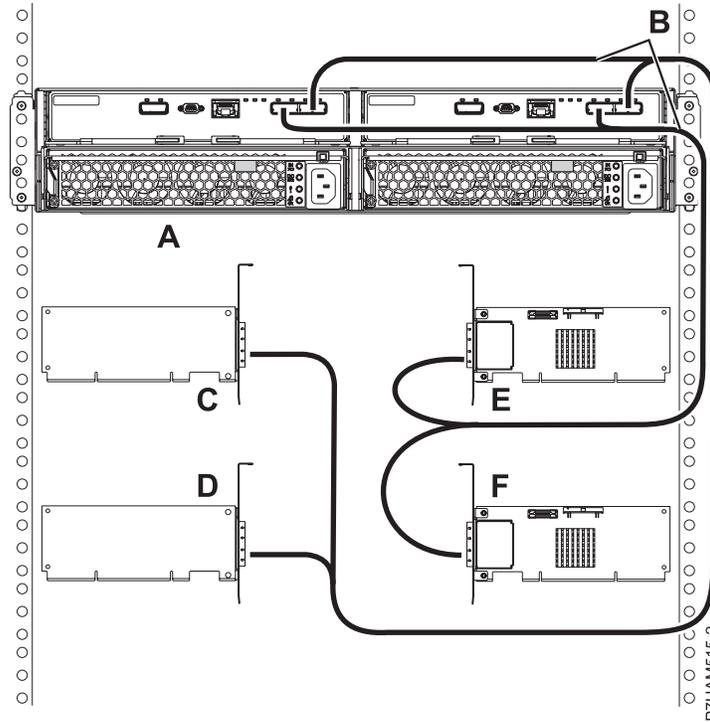

Figure 43. Mode 4 de connexion d'un boîtier d'unité de disque 58/87 via des câbles X à quatre adaptateurs SAS indépendants
17. Effectuez la connexion de mode 4 d'un boîtier d'unité de disque 58/87 (A) via des câbles X (B) à quatre adaptateurs SAS indépendants, comme illustré dans la figure 43, à la page 81.